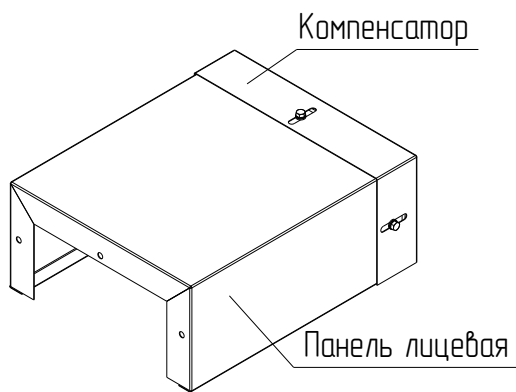

Рисунок 6
2.11 Установите «Компенсатор» на «Панель лицевую» и закрепите с помощью 3-х болтов М6х16 поз.4.4 (см. таблицу), шайб 6 поз. 4.6 и 4.7 (рисунок 6). Болтовое соединение согласно приложению 1Б. Болты не затягивайте. «Компенсатор» должен свободно перемещаться вдоль «Панели лицевой».